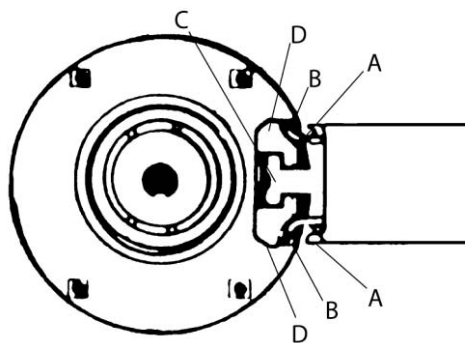

Рис. 8.7. Установка замка (С разрешения компании Simplex Access Controls Corp.)
6. Правильно совместить блок защелки и устройство цилиндрического привода до тех пор, пока засов не будет слегка отжат (рис. 8.7), чтобы убедиться, что фиксатор корпуса защелки (А) совмещен с передним проемом крышки приводного устройства цилиндра (В). Затем нужно совместить конец хвостовика (С) с крючками колпака, выдвигающего башмак (D).